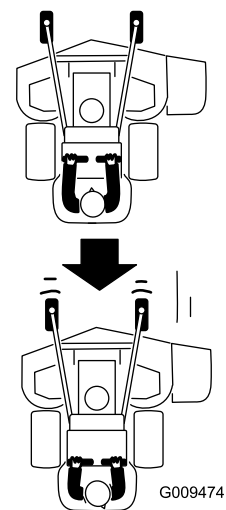

Figure 26
2. Tirez les leviers de commande de déplacement lentement en arrière (Figure 26).